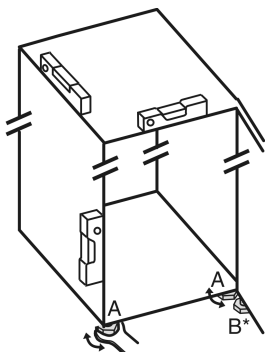

Fig. 27
- Zhvendosini këmbëzat me rregullim Fig. 27 (A) me çelës fiso dhe me ndihmën e një niveli me ujë, derisa pajisja të jetë niveluar mirë.
- Zhvendosni këmbëzat me rregullim Fig. 27 (B) në bazamentin mbështetës me çelësat fiso të përfshirë në paketim, derisa të jetë mbështetur mbi dyshteme.
- Rrotullojeni këmbën me rregullim Fig. 27 (B) sërish maksimumi 90°, për të parandaluar dëmtimin e derës.